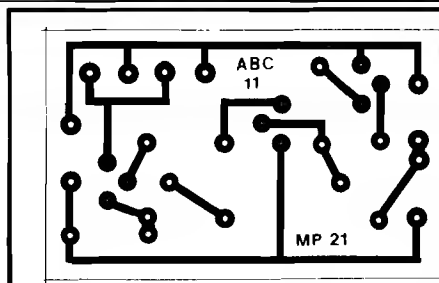

Fig. 3
- FIG. 3 - O lay out do Circuito Impresso específico, com suas ilhas e pistas em tamanhos naturais (escala 1:1), facilitando a cópia direta. O padrão cobreado é muito simples e pouco "congestionado", e assim mesmo os que ainda não têm muita prática na confecção de placas, deverão sair-se bem da empreitada... Em diversas "Aulas" anteriores do ABC as técnicas de confecção e utilização de Circuitos Impressos foram detalhadas... "Vão lá", que as "Lições" anteriores (importantes...) não são para ficar juntando poeira na prateleira: devem ser sempre encaradas como valiosas fontes de consultas.